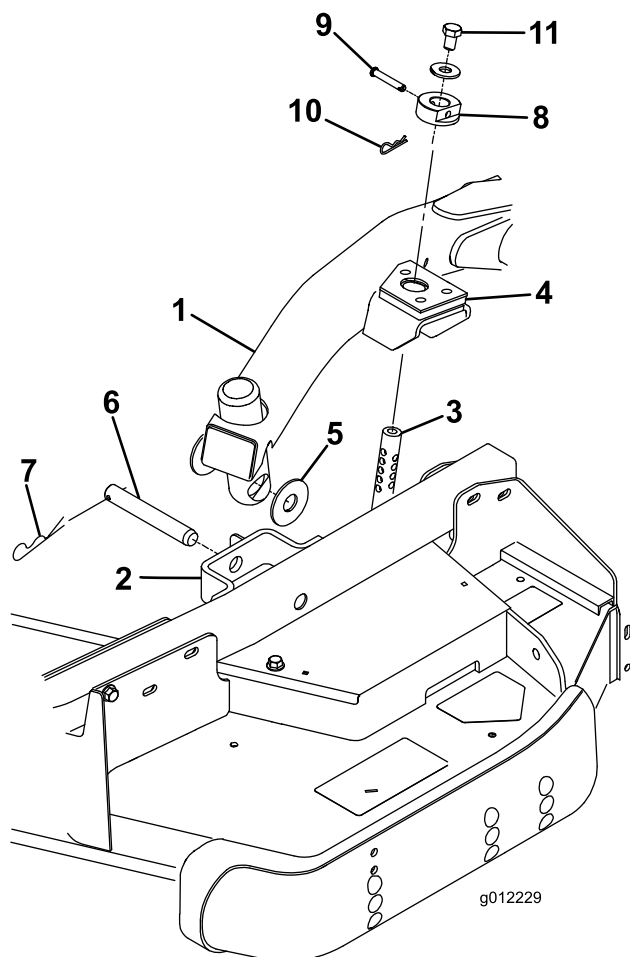

Figura 4
2. Desloque a alavanca de elevação para a posição Suspensa. Empurre um braço de elevação para baixo até que os furos no braço fiquem alinhados com os furos do suporte do braço da roda giratória e a haste de altura de corte possa ser inserida nas pastilhas do braço de elevação (Figura 4).
pernos do gancho (Figura 4). A cabeça do passador de forquilha deve ser posicionada virada para a frente da plataforma.
8. Instale um parafuso de 1/2 x 3/4 pol. e uma anilha na parte superior de cada vareta da altura de corte (Figura 4).
3. Prenda o braço de elevação ao braço da roda giratória com (2) anilhas de encosto, um passador de forquilha e um pino de gancho. Posicione as anilhas de encosto entre o braço de elevação e o suporte do braço da roda giratória (Figura 4). Insira a extremidade do gancho na ranhura da patilha do braço da roda giratória para fixar o contrapino.